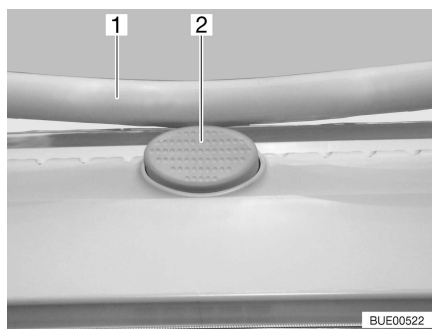

Bild 34 Låsknapp på Heki-takluckan
- Tryck på låsknappen (Bild 34,2) och dra ner bygel (Bild 34,1) med båda händerna.
- Tryck bygel uppåt med båda händerna tills bygel ligger ovanför låsknappen (Bild 34,2).